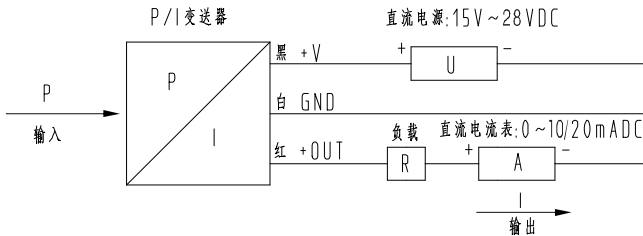

图 12
6.3.2 三线制, 0mA~10/20mA DC 输出的变送器电报连接方法如图 12。